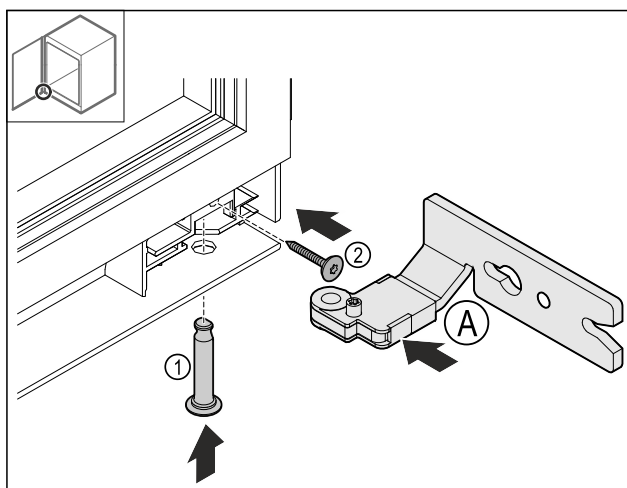

Fig. 27
- Поставете долната панта Fig. 27 (A).
- Вкарайте и задръжте болта Fig. 27 (1).
- Затегнете винта Fig. 27 (2).